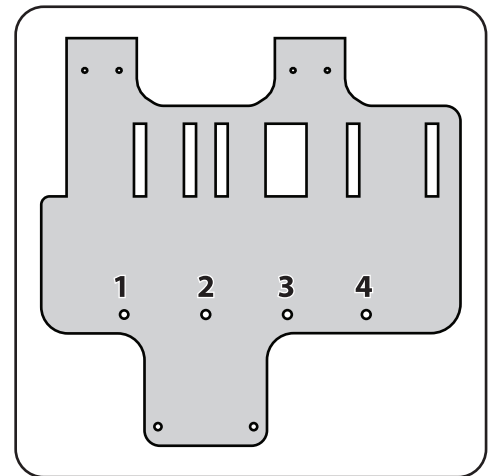

Figura 4-9
2. Coloque el soporte del canal plástico superior en su lugar primero cortando la porción lateral hacia el carril de soporte de la embolsadora (1) como se indica en la Figura 4-9.
3. Coloque a presión el lado delantero del soporte del canal al riel (2), como se muestra en la Figura 4-9.